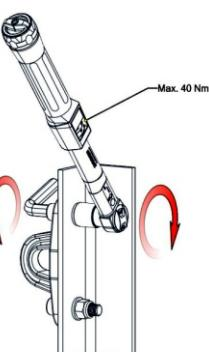

Abbildung 6. Art des Anziehens der Anschlageinrichtung an der Stahlkonstruktion mittels eines Drehmomentschlüssels
Les vis doivent être vissées à l'aide d'une clé dynamométrique avec un couple de serrage ne dépassant pas 40 Nm. L'augmentation du couple de serrage peut entraîner l'endommagement de la structure aluminium du dispositif de serrage AT150 ou sa fissure lorsque la surface de contact est inégale (fig. 6).
- Die Schrauben sind mithilfe eines Drehmomentschlüssels mit einem Moment von nicht mehr als 40 Nm anzuziehen. Eine Erhöhung des Drehmoments kann eine Beschädigung der Aluminiumstruktur des Ankers AT150 oder im Falle einer Unebenheit der Kontaktfläche sein Brechen verursachen (Abb. 6).